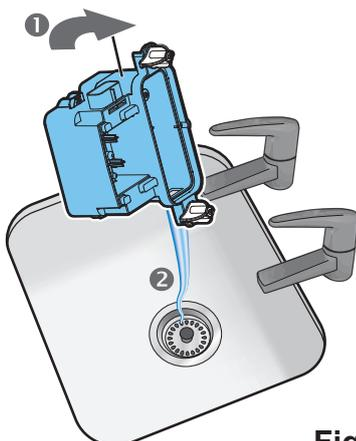

Fig. 12
8. Tipp den forsiktig slik at væsken helles ut av bunnen. (Se Fig. 12).